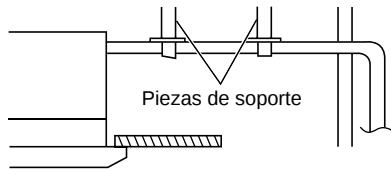

Fig. 3-11
- No fuerce las tuberías del lado de la unidad cuando conecte el tubo de drenaje. El tubo no debería poderse colgar sin soporte desde su conexión con la unidad. Fije el tubo a una pared, bastidor u otro soporte lo más cerca posible de la unidad. (Fig. 3-11)